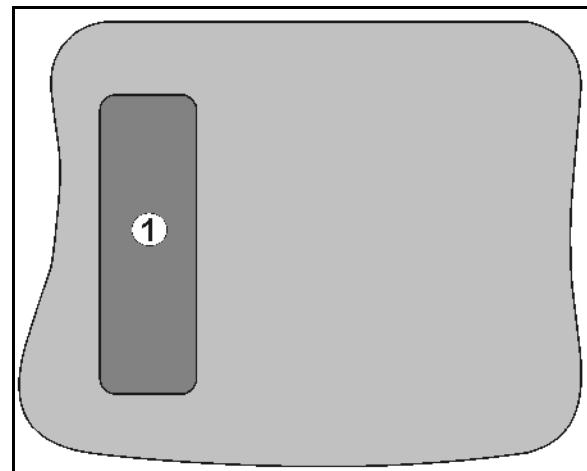

Fig. 8
- Shift-tasten befinner seg på baksiden av enheten (Fig. 8/1).